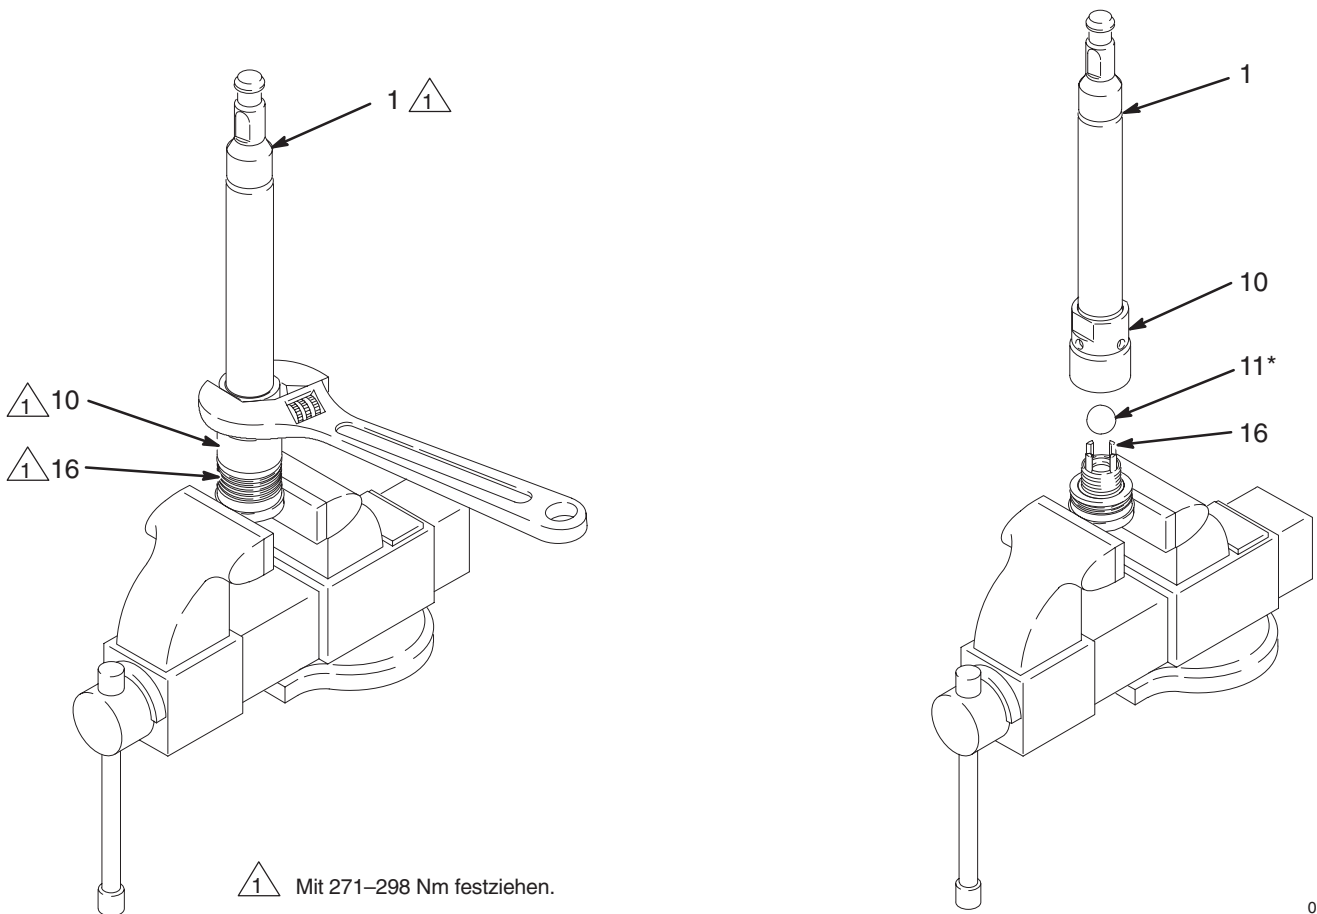

Abb. 8
- c. Zylinder (9) und Ventilgehäuse (18) vom Auslassgehäuse (7) abschrauben. Zylinder und Ventilgehäuse vorsichtig gerade vom Auslassgehäuse abziehen; die Kolbenstange (1) und der Kolbensatz kommen mit diesen Teilen heraus.
- d. Ventilgehäuse (18) in den Schraubstock einspannen und den Zylinder (9) mit einem 6,67-cm-Schlüssel vom Gehäuse abschrauben. Die Kolbenstange (1) und der Kolbensatz bleiben dabei im Zylinder.
- e. Mit einem Gummihammer die Kolbenstange (1) und den Kolbensatz aus dem Zylinder (9) treiben, bis der Kolben frei ist. Stange und Kolben vorsichtig vom Zylinder ziehen, um die Teile nicht zu zerkratzen.
- f. Beide Dichtungen (8) vom Zylinder entfernen. Mit einer Lampe in den Zylinder (9) leuchten und die innere Oberfläche auf Kerben und Abnutzung überprüfen. Nun zu Schritt 4 gehen.
4. Die flachen Enden der Kolben (16) wie in Abb. 8 gezeigt in einen Schraubstock spannen.
5. Mit einem verstellbaren Schlüssel das Kugelgehäuse (10) vom Kolben abschrauben. Vorsichtig vorgehen, um die Kolbenkugel (11) auffangen zu können, wenn der Kolben und das Kugelgehäuse auseinandergenommen werden, damit sie nicht auf den Boden fallen und beschädigt werden kann.
6. Die Kolbenstange (1) auf Kratzer oder andere Beschädigungen überprüfen. **Nur wenn die Stange ausgewechselt werden muss**, ist sie von der Kugelgehäuse (10) abzuschrauben. Zu diesem Zweck einen verstellbaren Schlüssel an die flachen Enden der Stange anlegen.
3. Die flachen Enden des Kolbensitzgehäuses (16) in einen Schraubstock geben. Die Kugel (11\*) auf das Gehäuse legen. Das Kugelgehäuse (10) mit der Hand auf das Kolbensitzgehäuse schrauben, dann mit 271–298 Nm anziehen. Siehe Abb. 8.